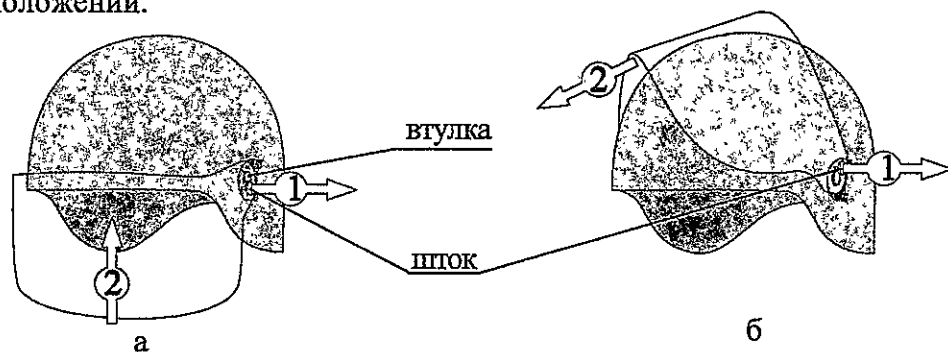

Рисунок 2 - Схема действий при поднятии (опускании) забрала
- поднять забрало, оттянув шток (рисунок 2б);
- опустить забрало, оттянув шток (рисунок 2а).
- снять забрало со шлема: открутить левую и правую втулки (рисунок 2),